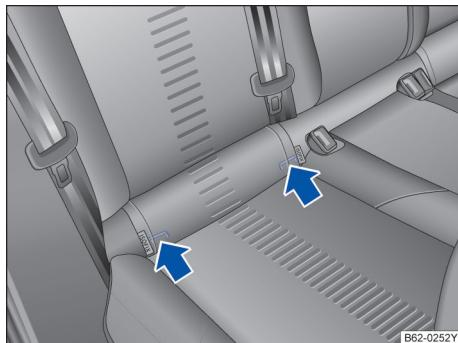

图 36 汽车座椅上的儿童座椅下部固定点标记。
ISOFIX 固定点的安装位置用符号做了标记→图 36。
- 沿箭头方向将儿童座椅的固定臂推到 ISOFIX 固定点上→图 36。必须能听到儿童座椅牢固卡止的声音。
后排外侧座椅配有两个 ISOFIX 固定环，与车身相连→图 36。